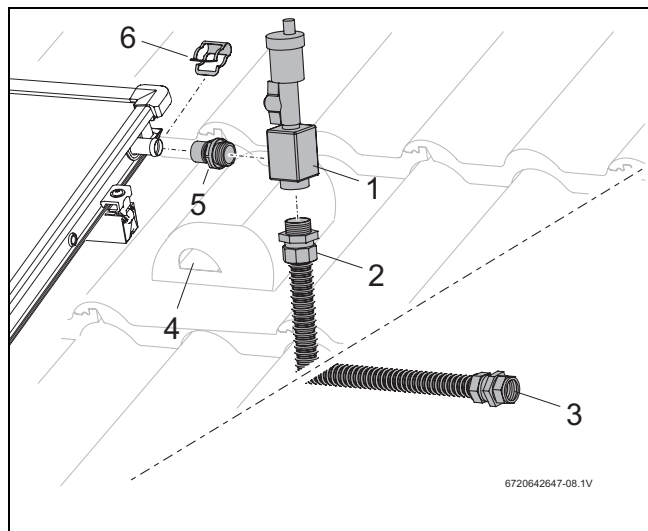

Fig. 53 Montaje del purgador
- ▶ Enroscar firmemente el casquillo (Fig. 53, [1]) y el tubo de conexión (Fig. 53, [1]) en el acumulador de aire (junta tórica).
- ▶ Colocar el acumulador de aire (Fig. 53, pos. 1) con el casquillo en la conexión del captador y asegúrelo con una abrazadera (Fig. 53, pos. 6).
- ▶ Introducir el tubo de conexión junto con el cable de la sonda a través de la teja de ventilación (Fig. 53, pos. 4) y del aislamiento del tejado.
- ▶ Conectar el tubo captador a la rosca de conexión (Fig. 53, pos. 3).